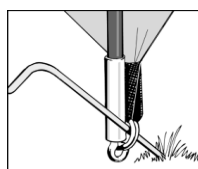

Figura 2
8. Fissare al suolo tutti gli anelli con perno usando i picchetti (vedere figura 2).